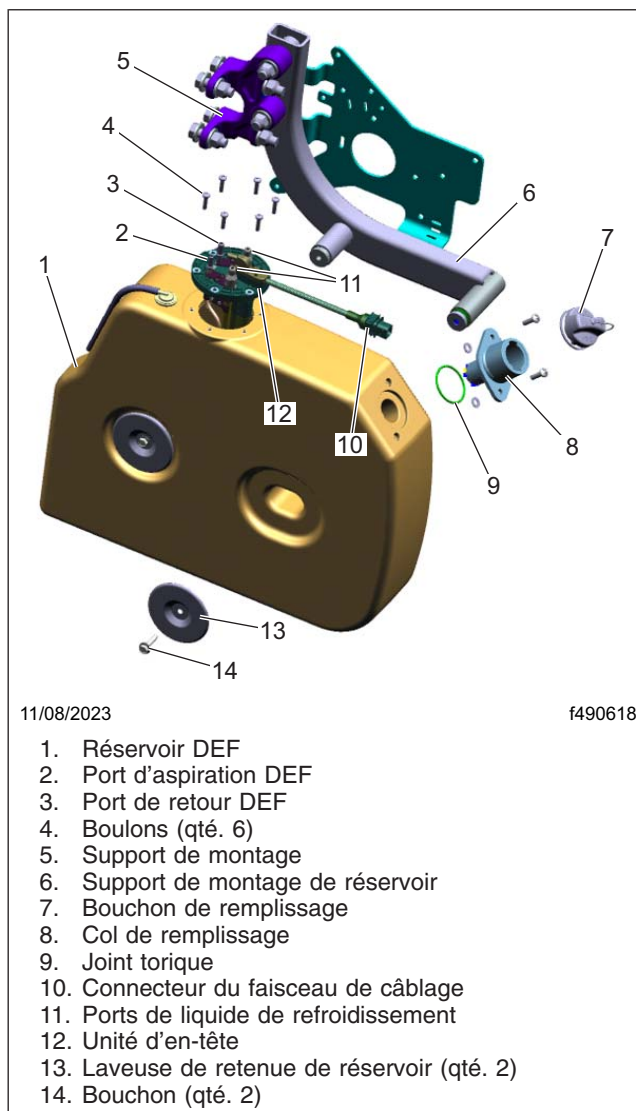

Fig. 1, Montage du réservoir DEF de 6 gallons
7. Retirez les lignes DEF des ports d'alimentation et de retour. Voir Fig. 1.
8. Retirez les connexions du faisceau de câblage de l'embase du réservoir. Voir Fig. 1.
9. Retirez les conduites de liquide de refroidissement des orifices d'alimentation et de retour. Voir Fig. 1.
10. Si un autre composant monté sur le châssis est situé directement à l'arrière du réservoir DEF, vérifiez si le composant est monté suffisamment près pour empêcher le réservoir de glisser des goujons de montage. Si tel est le cas, retirez les éléments de fixation qui fixent le réservoir à la pièce coulée du cadre et retirez l'ensemble de la pièce coulée du cadre. Retirez les deux bouchons qui fixent le réservoir et les rondelles de retenue sur les goujons de montage. Voir Fig. 1.